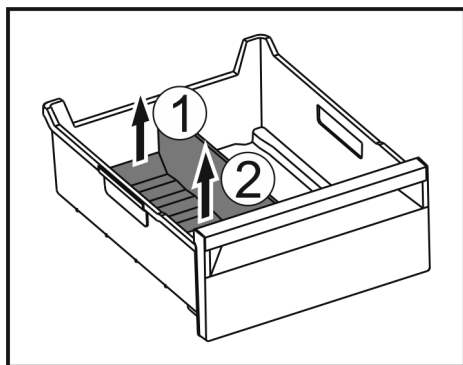

Fig. 138
- ▶ Sollevare la parte posteriore del divisore dello scomparto del ghiaccio. Fig. 138 (1)
- ▶ Rimuovere il divisore dello scomparto del ghiaccio verso l'alto. Fig. 138 (2)